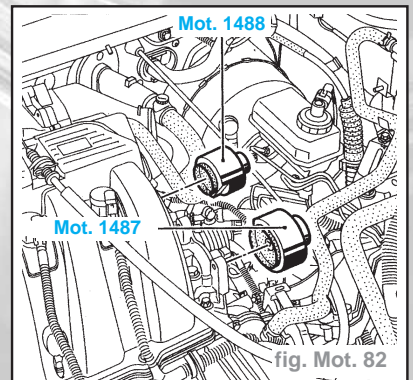

fig. Mot. 82
• les bouchons d'étanchéité neufs (fig. Mot. 82) :